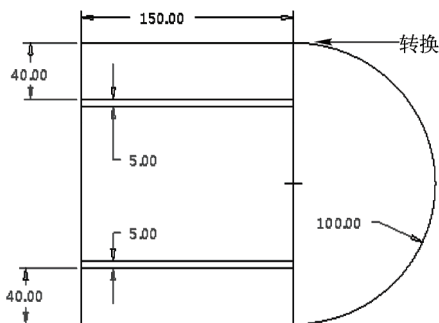

图 4-41 转换强弱尺寸
STEP 03 执行上述操作后，单击鼠标中键，即可将弱尺寸转换为强尺寸，效果如图4-41所示。